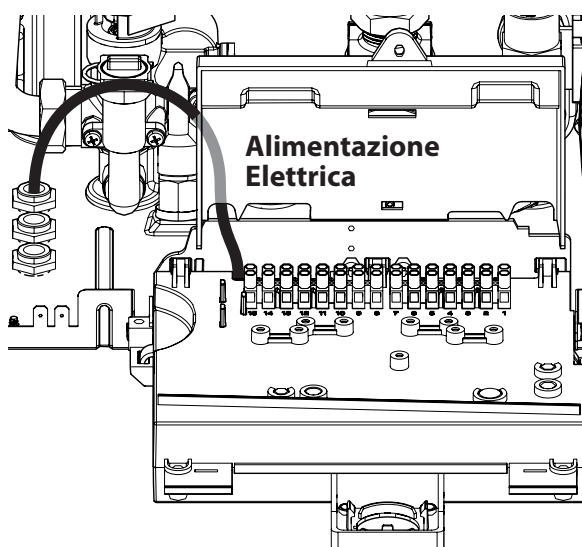

Figura 5.21
- Collegare il cavo di alimentazione elettrica all'interruttore onnipolare rispettando la corrispondenza della linea (filo marrone) e del neutro (filo azzurro) Figura 5.21.